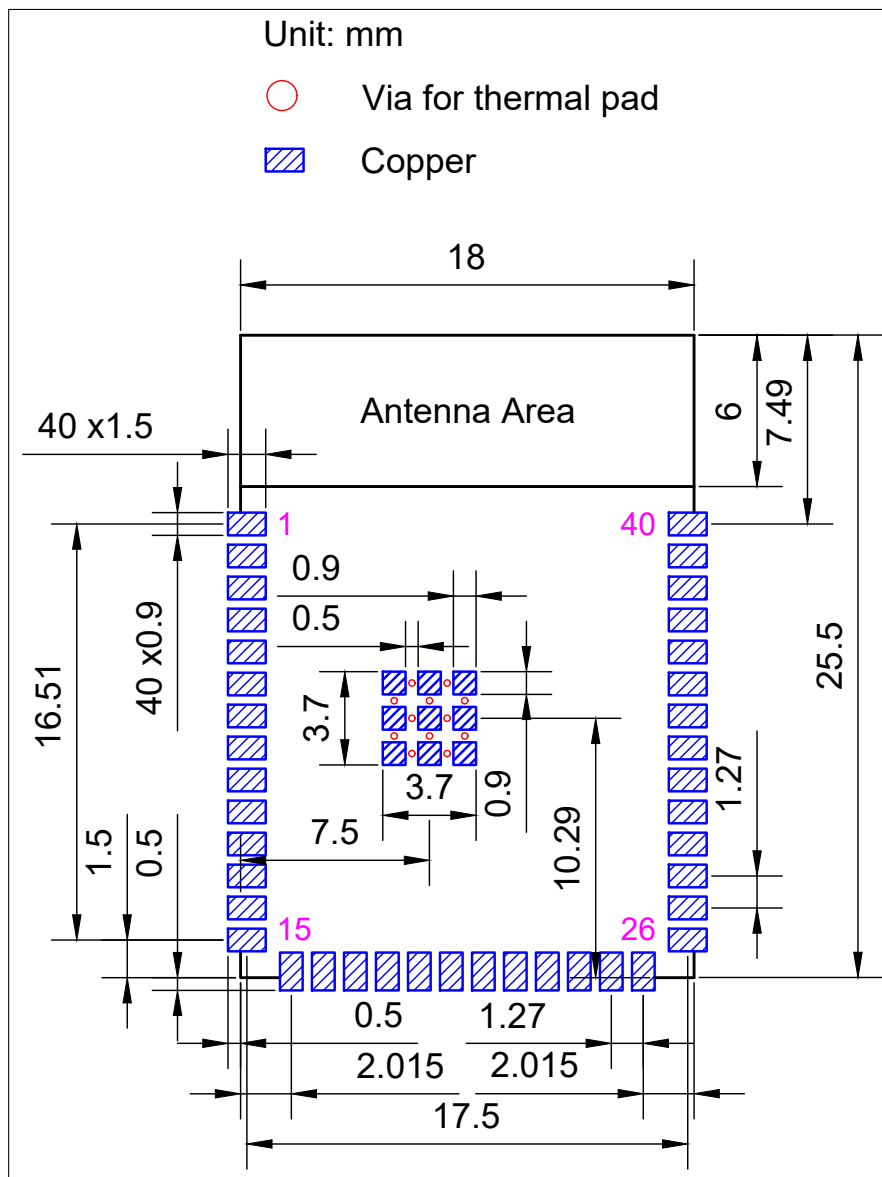
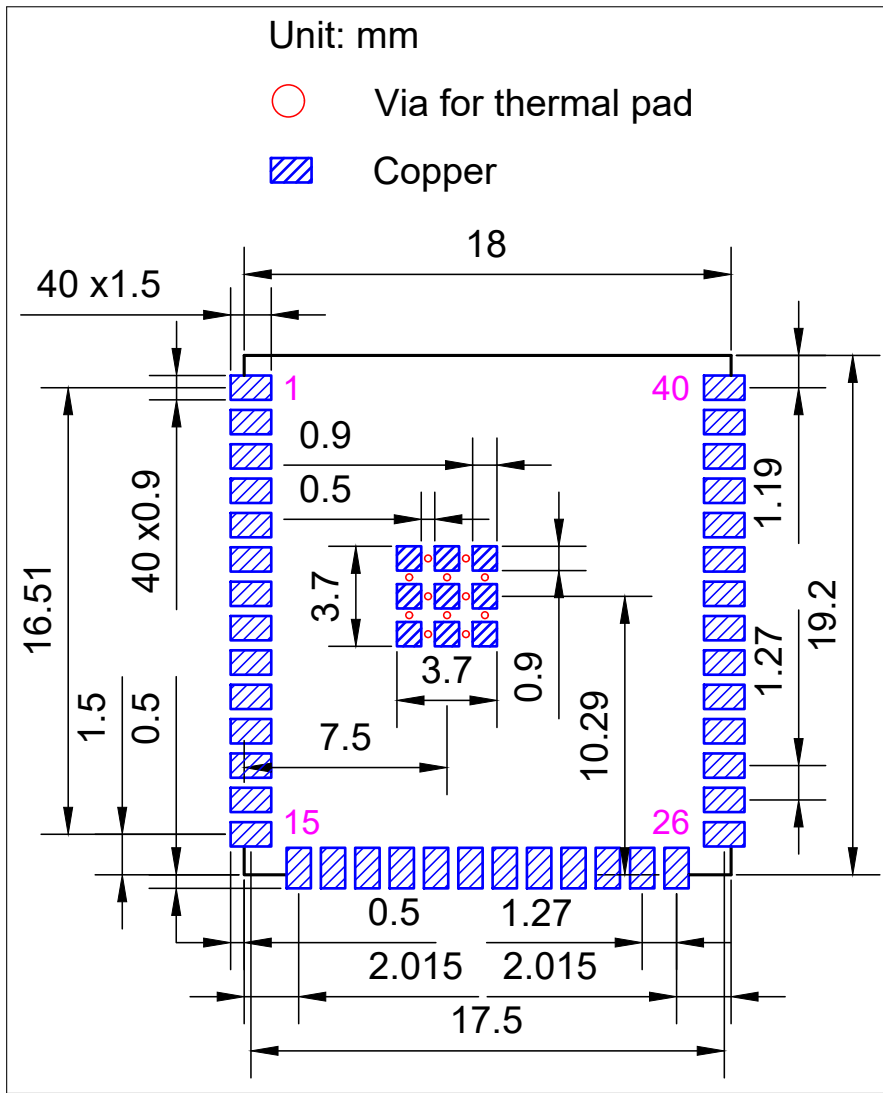

图 10: ESP32-S3-WROOM-1 推荐 PCB 封装图
图 11: ESP32-S3-WROOM-1U 推荐 PCB 封装图
- 推荐 PCB 封装图，标有 PCB 设计所需的全部尺寸。详见图 10 *ESP32-S3-WROOM-1* 推荐 PCB 封装图 和图 11 *ESP32-S3-WROOM-1U* 推荐 PCB 封装图。
- 推荐 PCB 封装图的源文件，用于测量图 10 和 11 中未标注的尺寸。您可用 Autodesk Viewer 查看 ESP32-S3-WROOM-1 和 ESP32-S3-WROOM-1U 的封装图源文件。